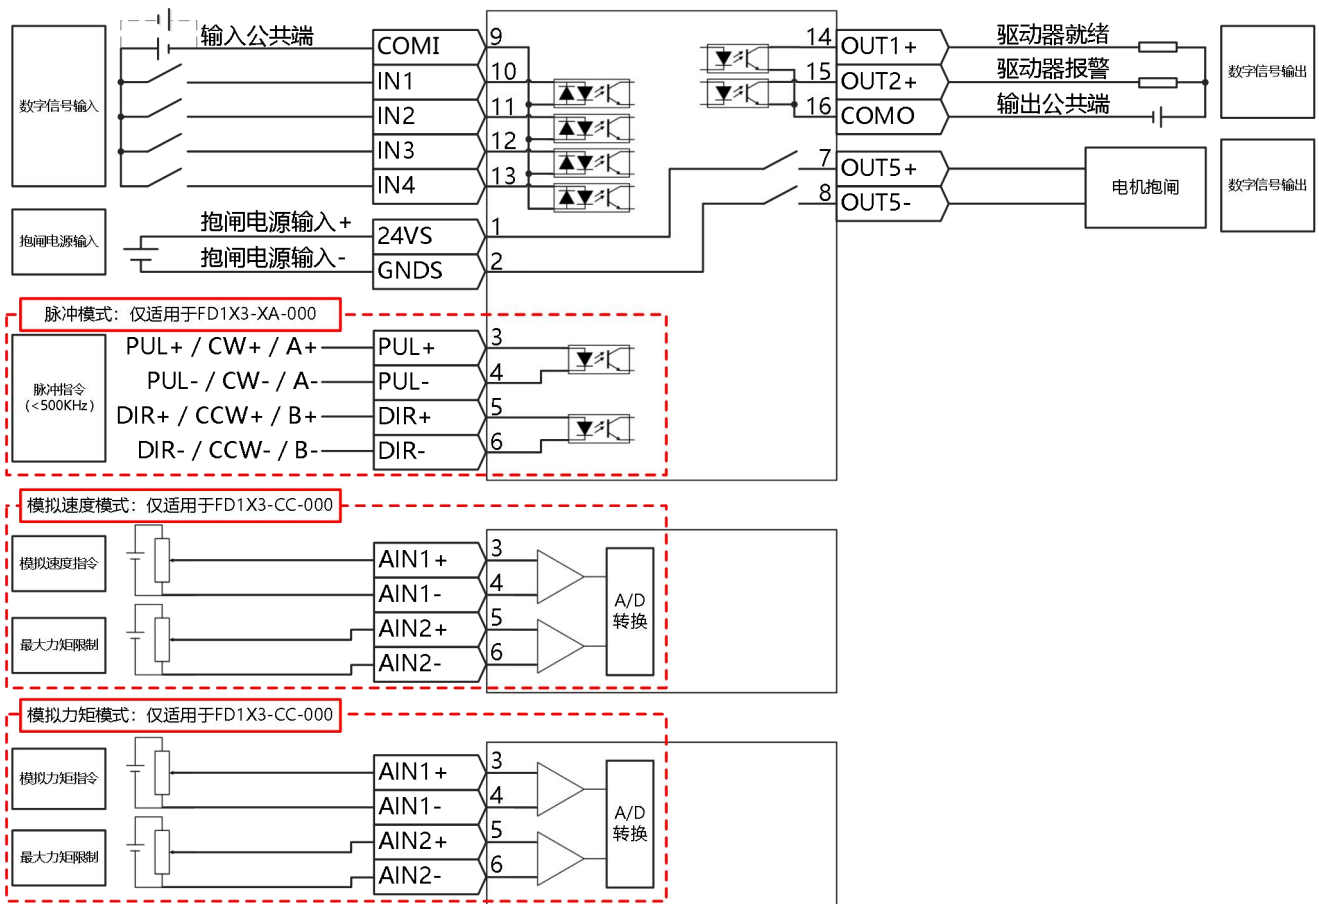
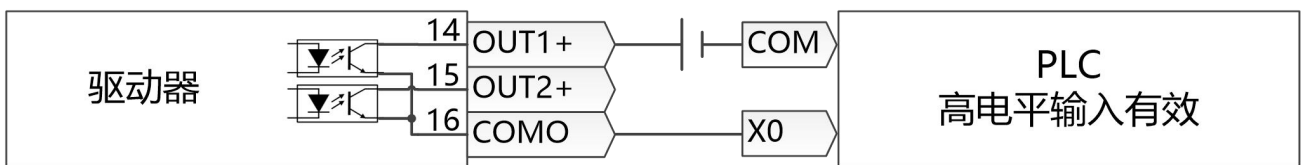
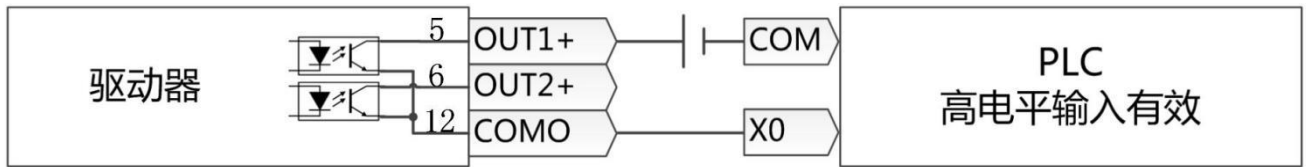

图 3-10 FD123/FD133 驱动器控制接线图
图 3-11 PNP 输入接线方式
图 3-14 PNP 方式接线图
- 对于数字信号输出，图 3-10 只显示 NPN 接线，如图 3-11 所示为 PNP 接线。
- 图 3-11 与图 3-12 显示了带有默认 IO 功能的接线，更多的 IO 功能可以通过上位机调试软件定义。有关更多 IO 功能的详细信息，请参见相关章节。
- 图 3-11 与图 3-12 只显示数字信号输出 NPN 接线方式，如图 3-14 所示为 PNP 接线方式。